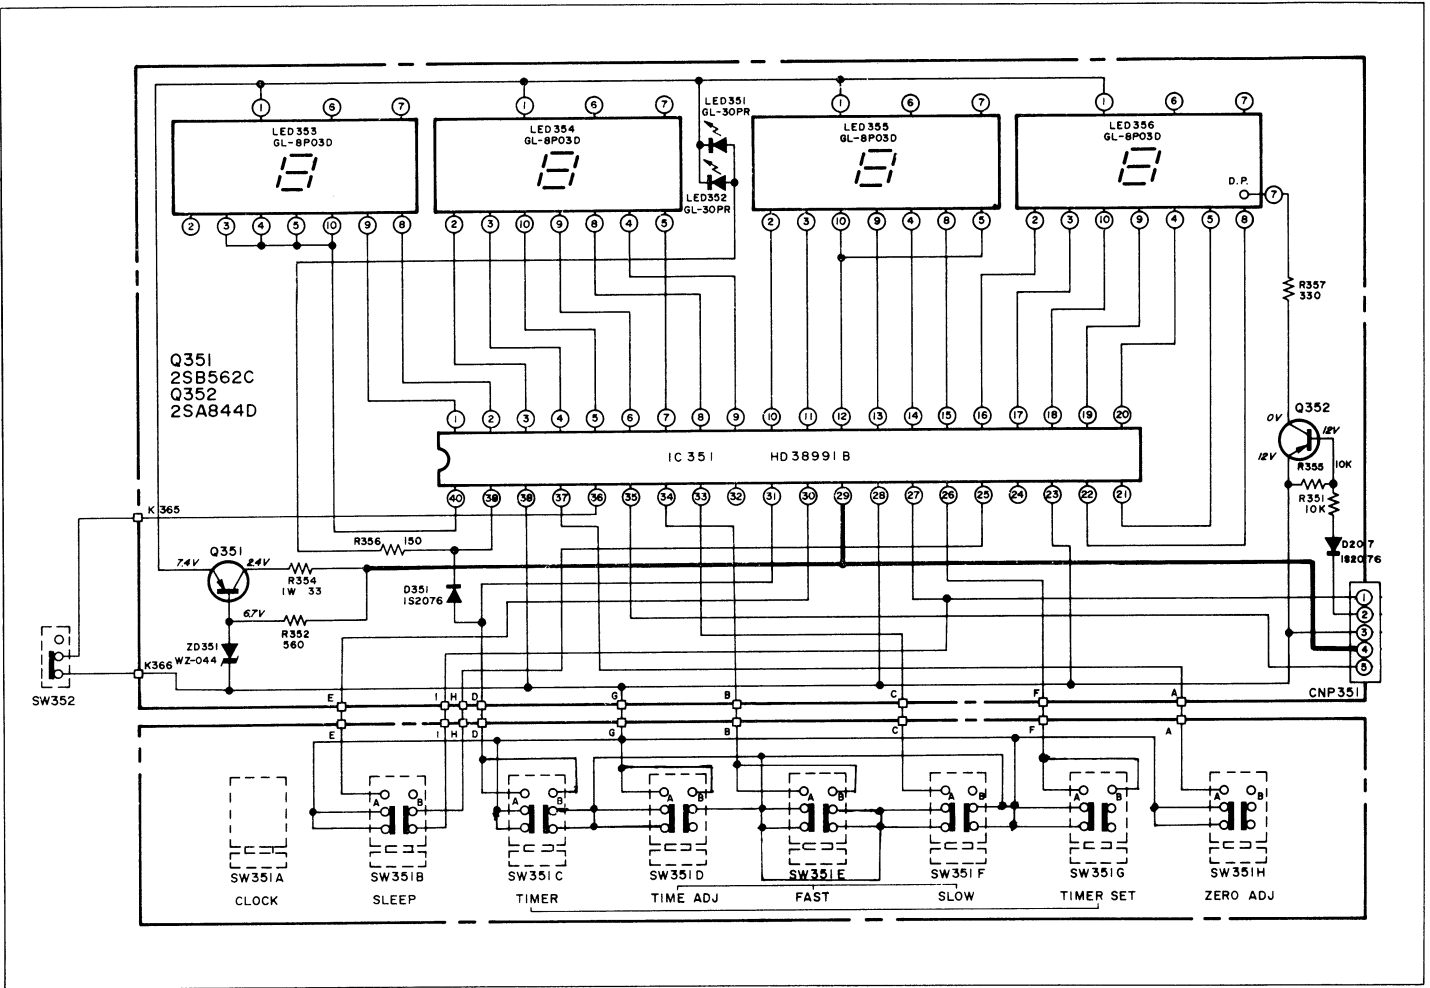

Abbildung 8-1
5. Audio-Digitaltimer (Siehe Abbildung 8-1)